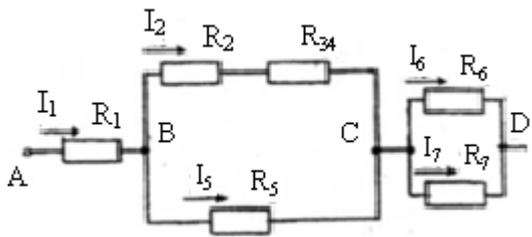
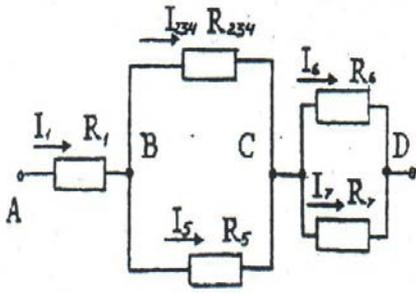

Рисунок 6 - Электрическая схема
Рисунок 7 - Электрическая схема
2. Резисторы  $R_2$  и  $R_{34}$  (см. рис. 6) соединены последовательно, их общее сопротивление  $R_{2-4} = R_2 + R_{34} = 20 + 40 = 60 \text{ Ом}$ . Соответствующая схема приведена на рис. 7
Зная напряжения на участках ВС и СД, определим токи в ветвях (см рис. 7)
На основании второго свойства параллельного соединения можно убедиться на этом этапе в правильности решения задачи, применив первый закон Кирхгофа И з схемы (рис. 7) следует, что:
Для определения токов резисторов  $R_3$  и  $R_4$  предварительно найдем напряжение на резисторе  $R_{34}$  (рисунок 6), которое эквивалентно им
Это можно сделать двумя способами: на основании закона Ома  $U_2 = I_2 \times R_2 = 2 \cdot 20 = 40V$  или на основании третьего свойства последовательного соединения. На участке ВС верхняя ветвь представляет собой последовательное соединение резисторов  $R_2$  и  $R_{34}$  (см рис. 6), поэтому  $U_{BC} = U_2 + U_{34}$ , отсюда  $U_2 = U_{BC} - U_{34} = 120 - 80 = 40V$ . Переходим к определению мощности, потребляемой цепью и каждым резистором в отдельности.